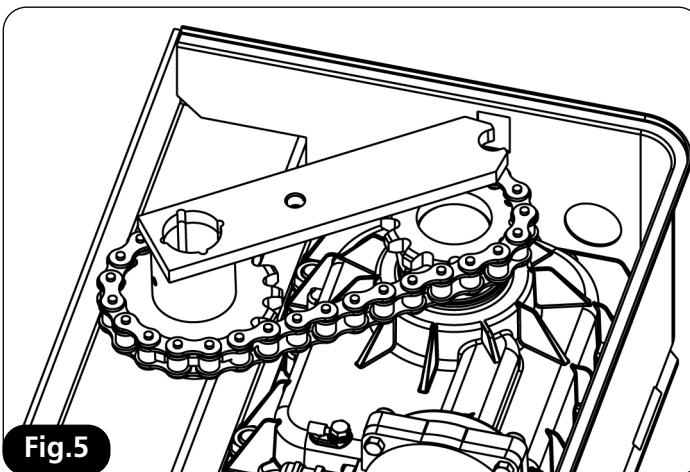

Fig.5
7. Abrir o cerrar la puerta con el fin de que la cadena de vueltas alrededor de la corona de la palanca (Fig. 5).